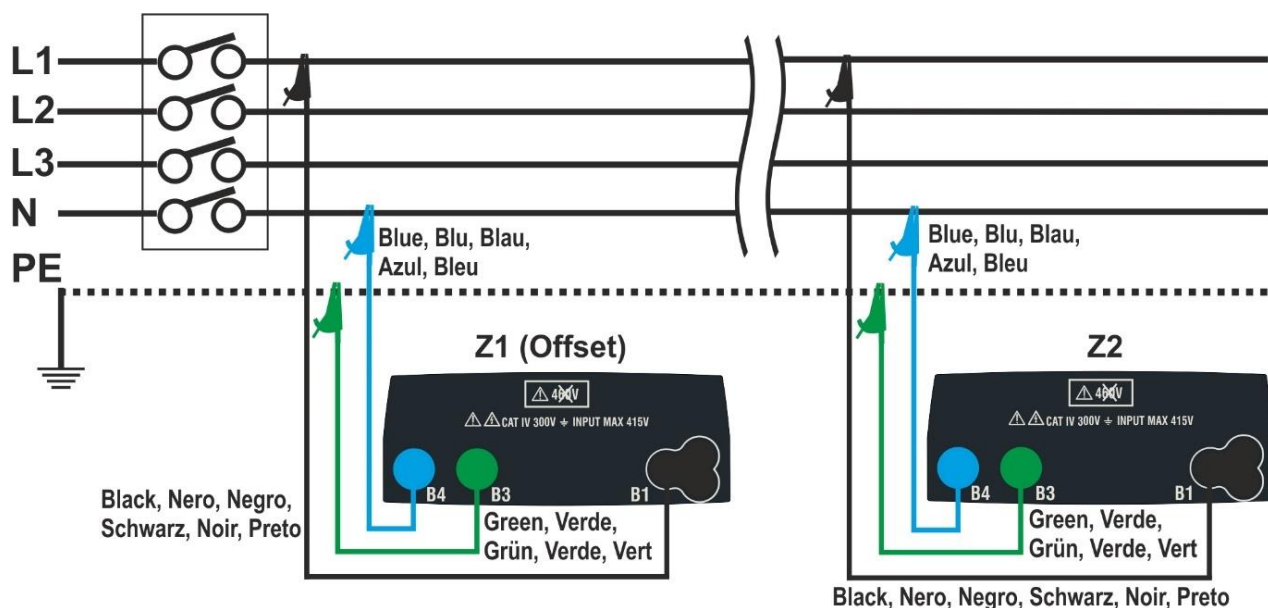
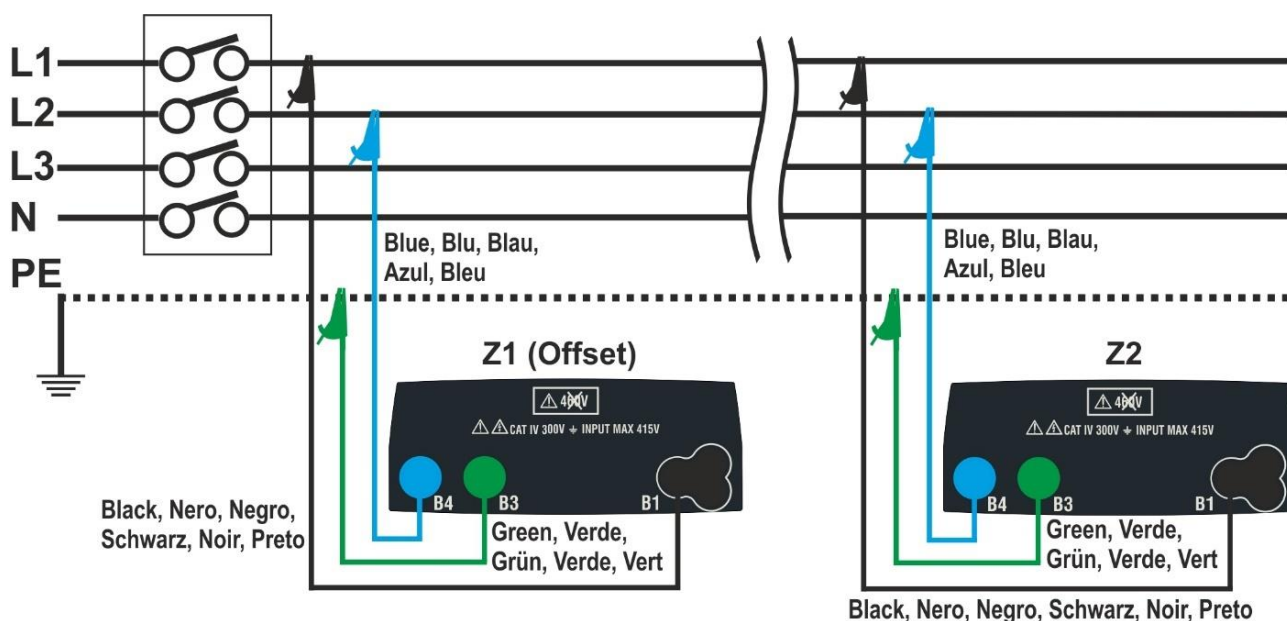

Fig.33: Tilslutning for måling af L-N-spændingsfald
Fig. 34: Tilslutning for måling af L-L-spændingsfald
4. Skift til fx. **L-L** og tilslut prøveledninger til det initiale punkt i lysnettet, der skal testes (typisk ved nedstrøm for RCD'en) se Fig 33 og Fig 34 Udfør nu den første **Z1-impedansmåling**. I dette tilfælde måles den nulstillede impedans opstrøms for det initiale punkt, idet denne tages som en start reference. Følgende (der refereres til L-L-måling) vises på displayet.
Tilslut nu til det sidste punkt i lysnettet, se Fig. 33 eller Fig. 34 for at måle **Z2-impedansen**. Bemærk den tidligere målte Z1-værdi (Forskydning), der vises.